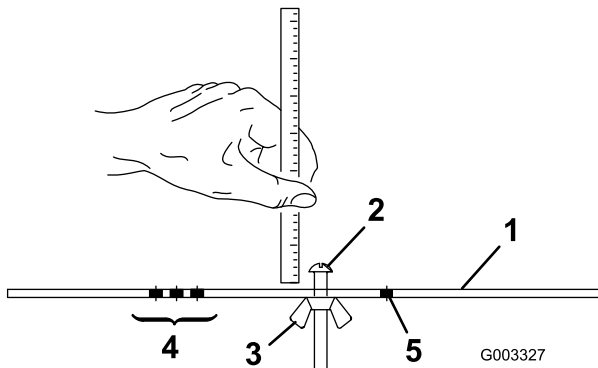

**Figura 18**
1. Allentate i dadi di bloccaggio che fissano i bracci di regolazione dell'altezza di taglio sulle piastre laterali dell'apparato di taglio (Figura 18).